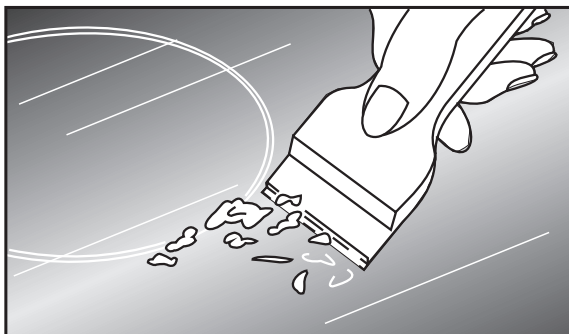

Рис. 31
- Если случайно к поверхности стеклокерамической варочной панели прикипит сахар – его следует немедленно удалить с помощью скребка, входящего в комплект плиты (рис.31).